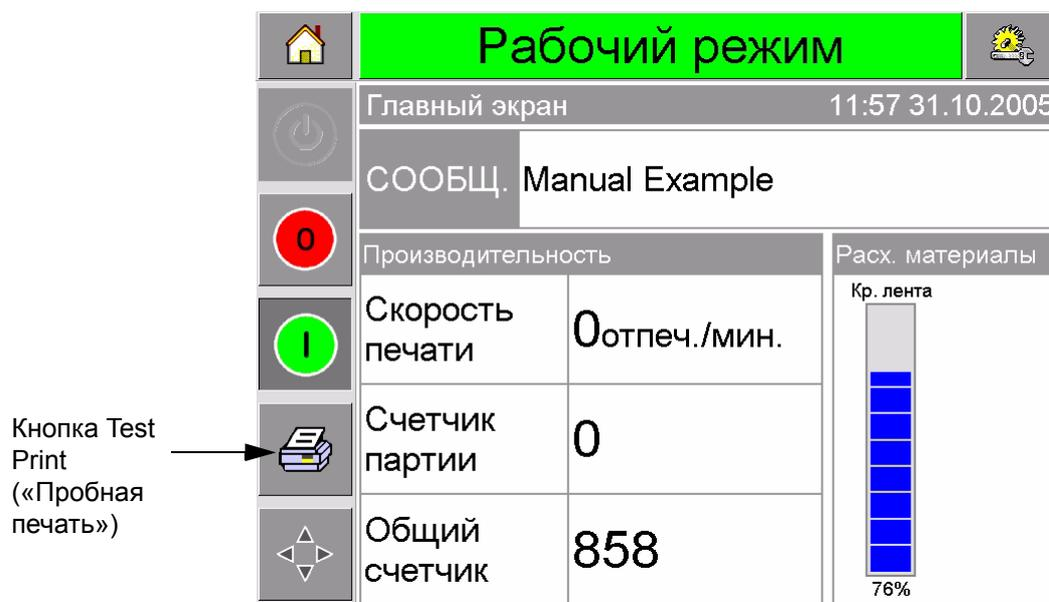

Рис. 3-13: Кнопка Test Print («Пробная печать»)
Пробное изображение может быть напечатано до запуска печати принтера, чтобы проверить уровень качества печатного изображения. Если данная функция была заблокирована инженером по установке, то кнопка Test Print («Пробная печать») (Рис. 3-13) будет отображаться серой. Кроме того, чтобы кнопка Test Print («Пробная печать») была активной, принтер должен быть переключен в состояние RUNNING («РАБОЧЕЕ»).
- 3** Нажмите кнопку Test Print («Пробная печать») на панели управления системы CLARiTY® (Рис. 3-13). Принтер начнет печатать пробную страницу.